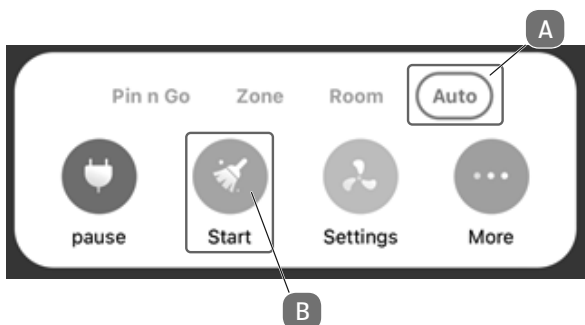

Fig. 14
- Pour créer une cartographie de vos pièces, le robot doit effectuer un parcours de reconnaissance. Pour ce faire, cliquez sur **DÉMARRER (B)** dans le **MODE AUTO (A)** comme illustré sur la **fig. 14**.